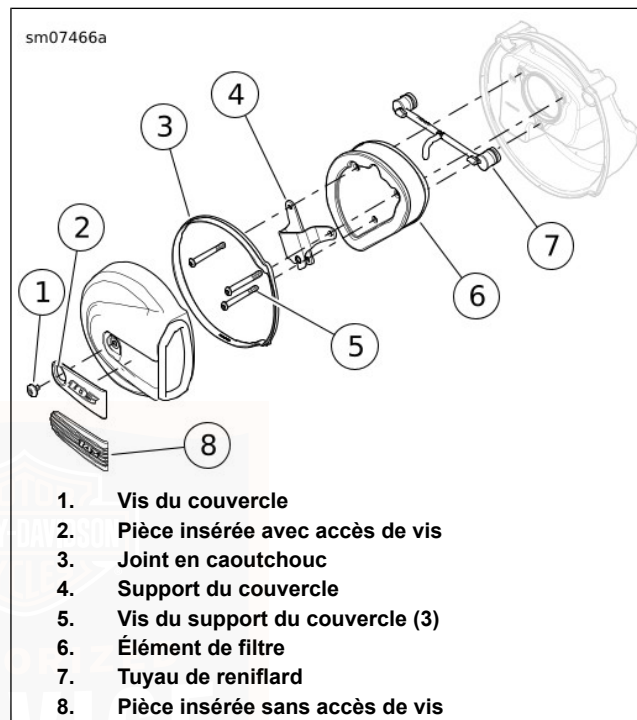

Figure 72. Ensemble de filtre à air
1. **Modèles sans accès de vis** : Voir Figure 72. Tirer le bord avant de la pièce insérée (8) pour la retirer.
1. Voir Figure 72. Installer le tuyau de reniflard (7) sur les boulons de reniflard.
4. Installer le support du couvercle. Serrer les vis (5) à un couple de 12,2–14,9 N·m (108–132 **in-lbs**).
5. Vérifier que le joint en caoutchouc (3) n'est pas endommagé et est correctement installé sur la périphérie du couvercle de boîte de filtre à air.
6. Installer le couvercle de boîte de filtre à air sur la plaque arrière. Enduire de FREIN FILET ET PRODUIT D'ÉTANCHÉITÉ D'INTENSITÉ MOYENNE LOCTITE 243 (bleu) les filets de vis (1). Installer la vis. Serrer à un couple de 4,1–6,8 N·m (36–60 **in-lbs**).
7. **Modèles sans accès de vis :** Attacher la pièce insérée (8).